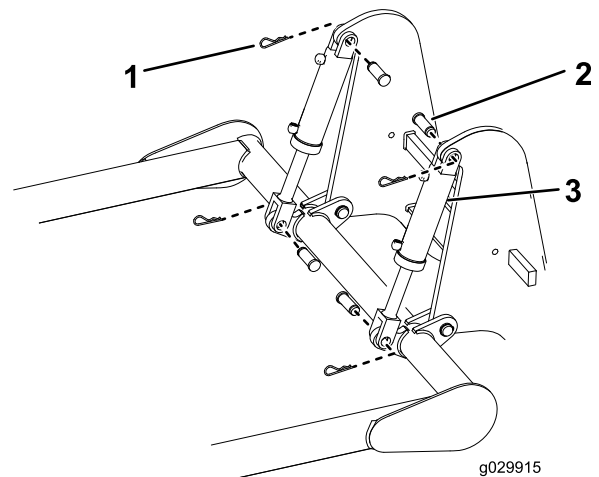

Figure 9
4. Montez les vérins de relevage sur la machine à l'aide de 4 goupilles fendues et 4 axes de chape (Figure 9).